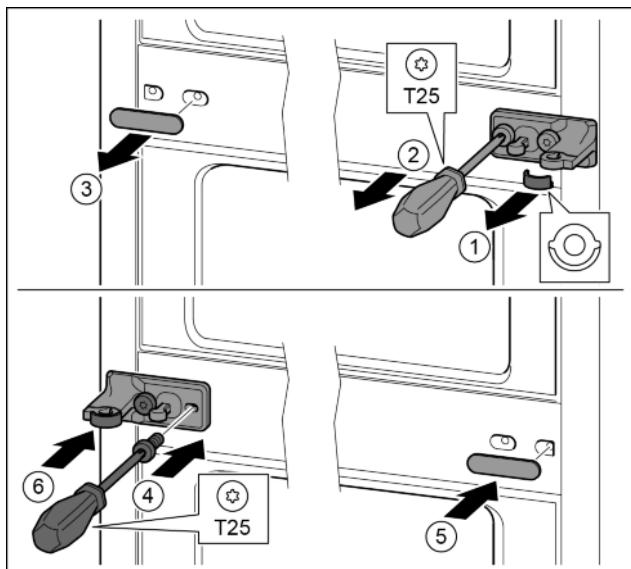

Fig. 15
- Свалете шайбата. Fig. 15 (1)
- С отвертка T25 отвийте винтовете. Fig. 15 (2)
- Свалете внимателно капака. Fig. 15 (3)
- Затегнете здраво от другата страна лагерната стойка с фолио, завъртяна на 180°. Fig. 15 (4)
- Поставете капака, завъртян на 180°, от другата страна. Fig. 15 (5)
- Нахлузете отпред шайбата. Fig. 15 (6)